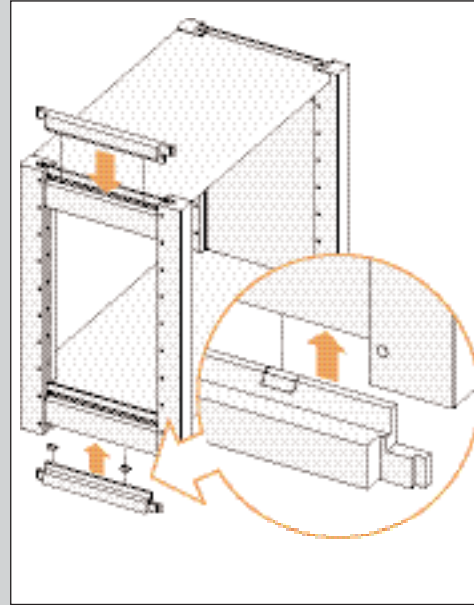

ABBILDUNG 73
2. Wenn die Abdeckleiste an der Unterseite des Ständers montiert wird, bringen Sie dann erst zwei Plattenträger (Metall-U-Profile) auf dem Rand an (siehe Abb. 73).